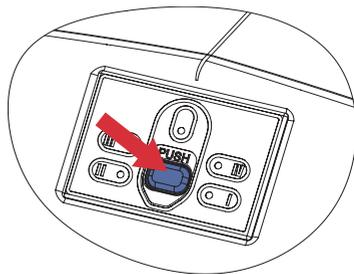

Рис. 13
- Для запуска промывочного режима 3 раза кратковременно нажмите кнопку PUSH, расположенную на передней панели DWM (рис. 13). При этом прозвучит 5 звуковых сигналов, погаснет световая индикация ресурса модулей и запустится промывочный режим блока предварительной водоподготовки продолжительностью 30 минут. Вначале из системы будет выходить воздух, что может сопровождаться шумом.